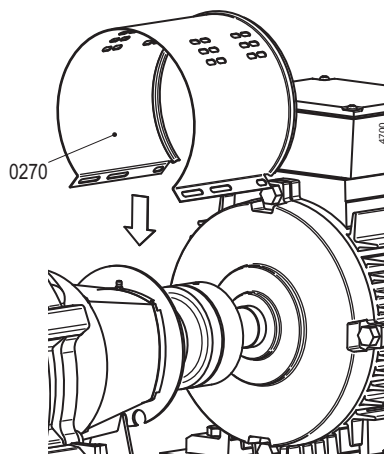

Bild 10: Montering av manteln på motorsidan.
- 2 Ta bort båda mantlarna (0270). Se bild 10.